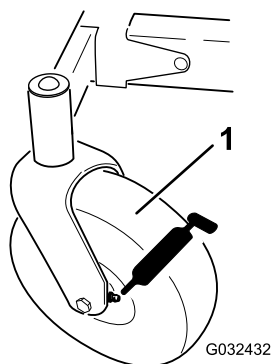

Figura 37
3. Curățați fitingurile lubrificate (Figura 37) cu o lavetă.
4. Conectați un pistol de lubrifiere la fiecare fiting (Figura 37).